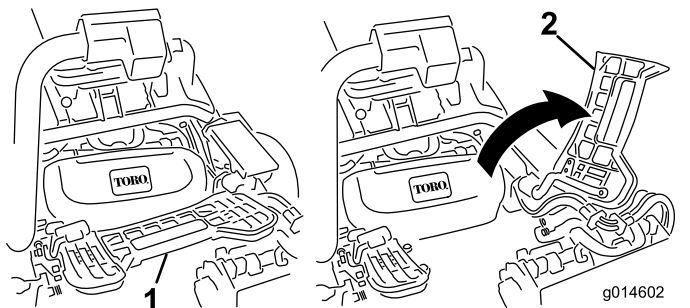

Figura 56
2. Sollevate il poggiapiedi e ruotatelo fino all'apertura, per consentire l'accesso alla posizione dell'apparato di taglio centrale. (Figura 56)